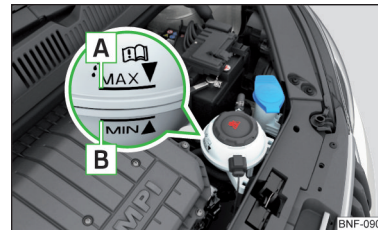

Fig. 142
Verificarea nivelului lichidului de răcire - lichidul de răcire trebuie să se situeze între marcasele **A** și **B** » fig. 142. Dacă nivelul lichidului de răcire se află sub marcajul **B**, completați cu lichid de răcire.
Specificația lichidului de răcire este menționată pe vasul de expansiune a lichidului de răcire » fig. 142.
- Nu adăugați lichid de răcire deasupra marcajului **A** » fig. 142. Lichidul de răcire ar putea fi scos din sistemul de răcire atunci când se înfierbântă - pericol de avariere a componentelor din compartimentul motor.